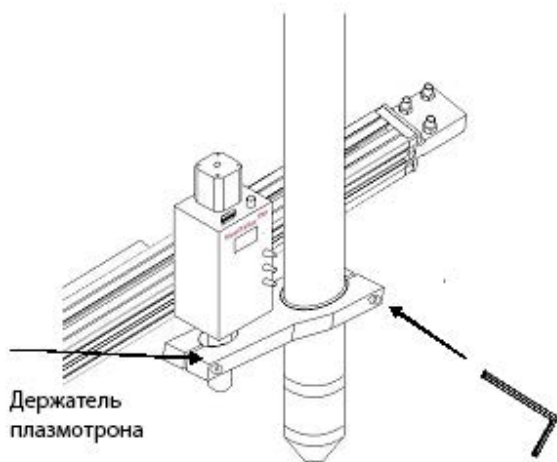

Рис. 7.7. Установка плазматрона.
3. В зависимости от конструкции держателя плазматрона установите и закрепите плазматрон (См. рис. 7.7).